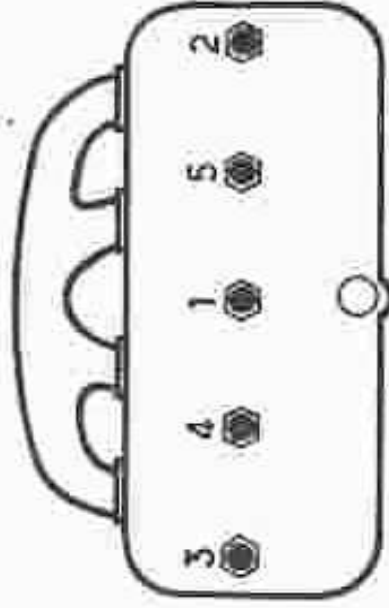

Fig. 6. — Ordre de serrage des écrous de fixation du couvercle-culasse.
- Dévisser, progressivement, les cinq écrous de serrage du couvercle-culasse. Suivre l'ordre inverse de celui prescrit pour leur serrage, c'est-à-dire : 5-4-3-2-1 (fig. 6).